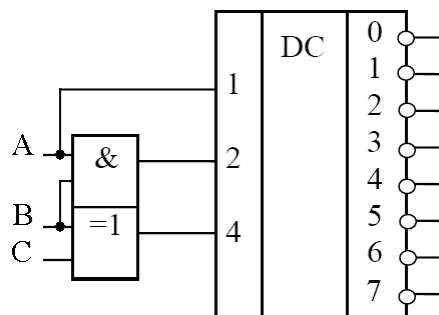

Рис. 1
11. Составьте таблицу истинности для цифрового устройства, изображенного на рис. 1.